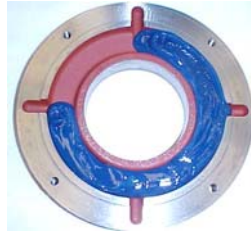

Figura 7.11: Anillo de fijación externo del cojinete
- Colocar la grasa recomendada en $\frac{3}{4}$ del depósito de los anillos de fijación interno y externo (Figura 7.11) y lubricar el rodamiento con cantidad suficiente de grasa antes de montarlo;